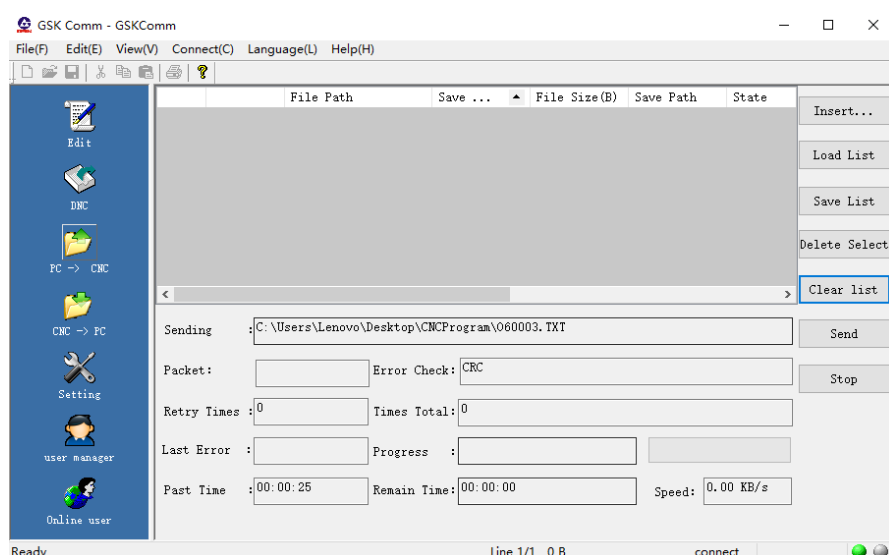

Figura 11-3-2-9
2. Haga clic en el botón **Insert...** para agregar todos los archivos a enviar a CNC. Como se muestra en la figura 11-3-2-10.